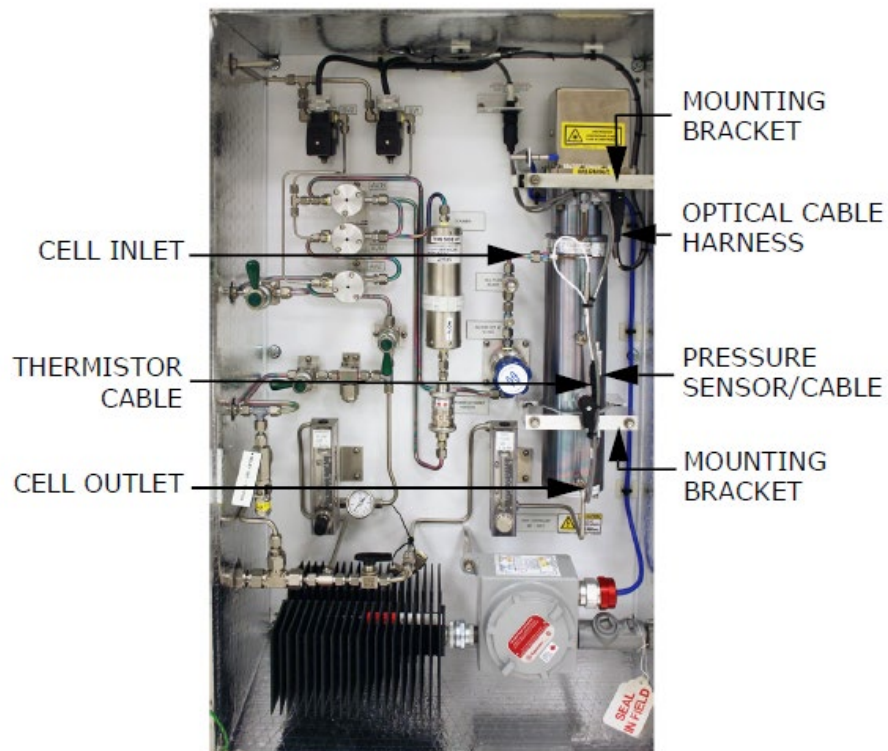

Abbildung 31: SCS-Schrank innen
5. Tür zum Gehäuse des Probenaufbereitungssystems (SCS) öffnen. Siehe Abbildung 31.